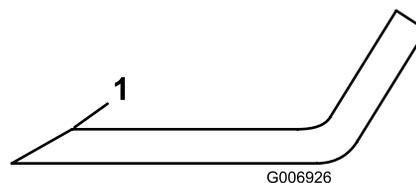

Figura 90
- Inspeccione as extremidades de corte de todas as lâminas. Afie as extremidades de corte se estas apresentarem sinais de desgaste ou ranhuras. Afie apenas a zona superior da parte cortante e mantenha o ângulo de corte original para garantir um desempenho eficaz da lâmina (Figura 90).